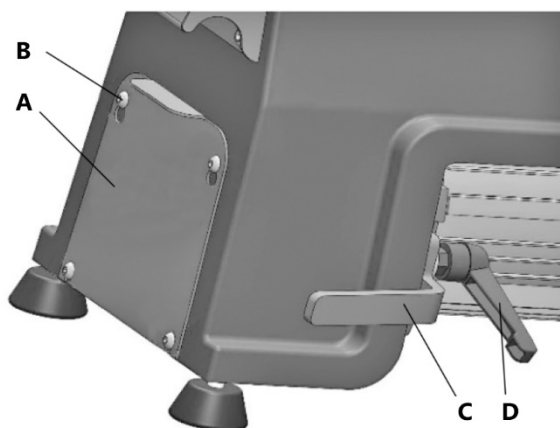
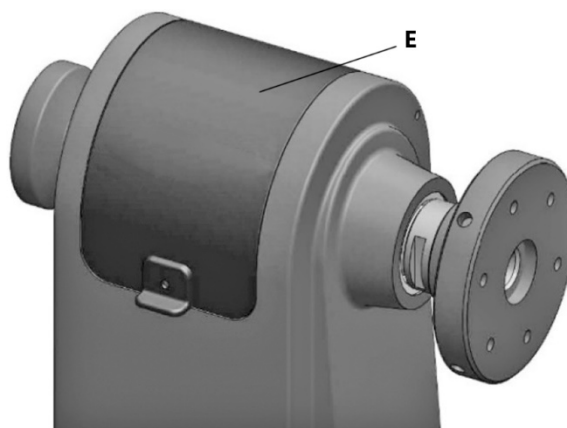

Рисунок 14.
Рисунок 15.
Ослабьте, но полностью не откручивайте, четыре винта В, которые крепят нижнюю панель А (рис. 14). Приподнимите и снимите ее. Откройте верхнюю панель доступа Е (рис. 15).
Ослабьте фиксатор D (рис. 14) и опустив рукоятку С, натяните ремень. Затем зафиксируйте ручку D.
Если ремень натянут верно, то он должен отклоняться на примерно на 10-12 мм при нажатии посередине между верхним и нижним шкивами. Установите на место панель А, закройте панель Е (рис. 15).
- Снимите боковую панель В и откройте верхнюю панель А (рис. 15,16).
- Снимите боковую панель А и откройте верхнюю панель Е (рис. 14, 15).